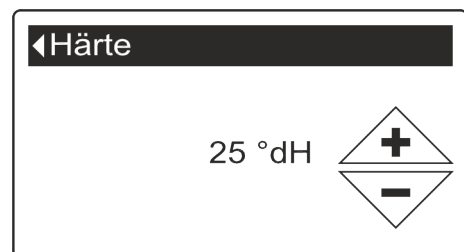

Abb. 18: Rohwasserhärte einstellen
2. ➔ ▲ oder ▼ betätigen, bis die gemessene Rohwasserhärte eingestellt ist (Abb. 18).